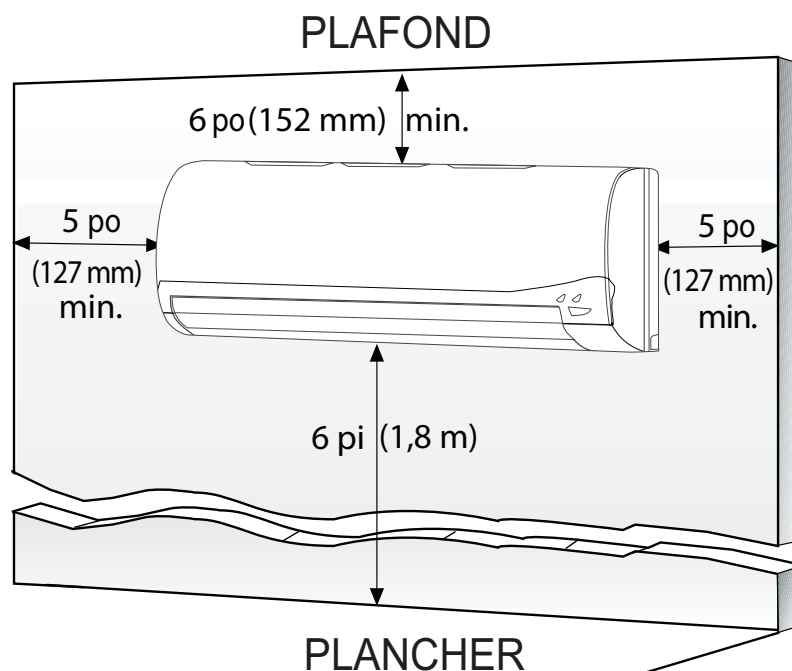

Figure 6 – Dégagements
Laissez suffisamment d'espace pour permettre la circulation de l'air et l'entretien de l'appareil. Consultez la figure 6 pour connaître les distances minimales requises entre l'appareil et les murs ou les plafonds.
- Emplacement qui fournit les dégagements appropriés (voir fig. 6).
2. À l'aide du pochoir, tracez la position du trou dans le mur. La plaque de montage doit être placée horizontalement et de niveau au mur. Tous les dégagements minimaux indiqués dans la figure 6 doivent être respectés.
La dimension des plaques de montage varie selon les modèles. Vérifiez que l'espace de montage du module intérieur est suffisant (voir fig. 6). Ces figures montrent les cotes suivantes :